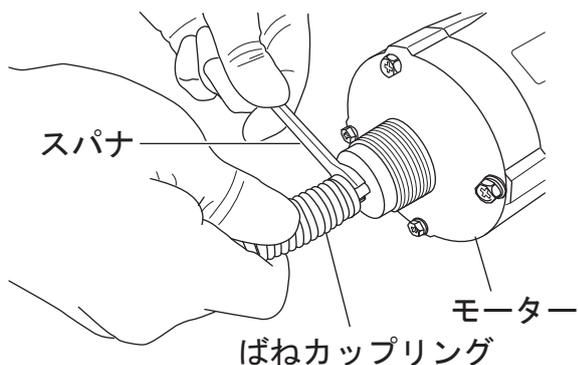

図5
3. モーターにねじ固定されているばねカップリングを外す。(図5)
3. モーターにばねカップリングを固定する。(図5)